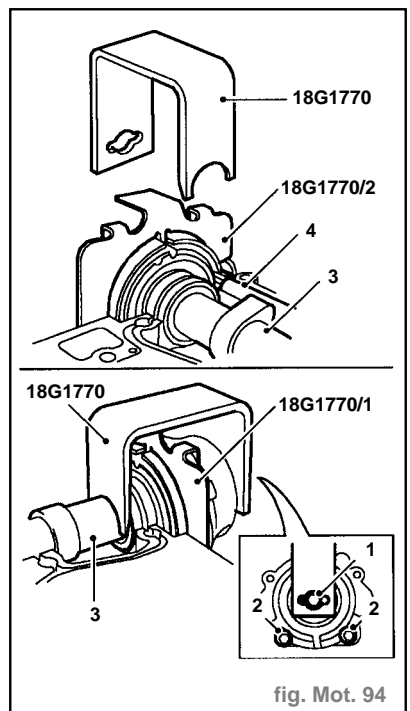

fig. Mot. 94
- Poser les plaques de calage 18G 1770/1 et 18G 1770/2 sur les mécanismes de calage variable avant et arrière (fig. Mot. 94).